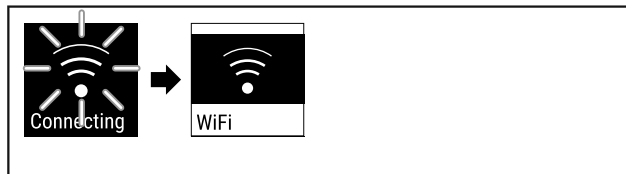

Fig. 86
- ▶ Si stabilisce una connessione (vedere Fig. 86).